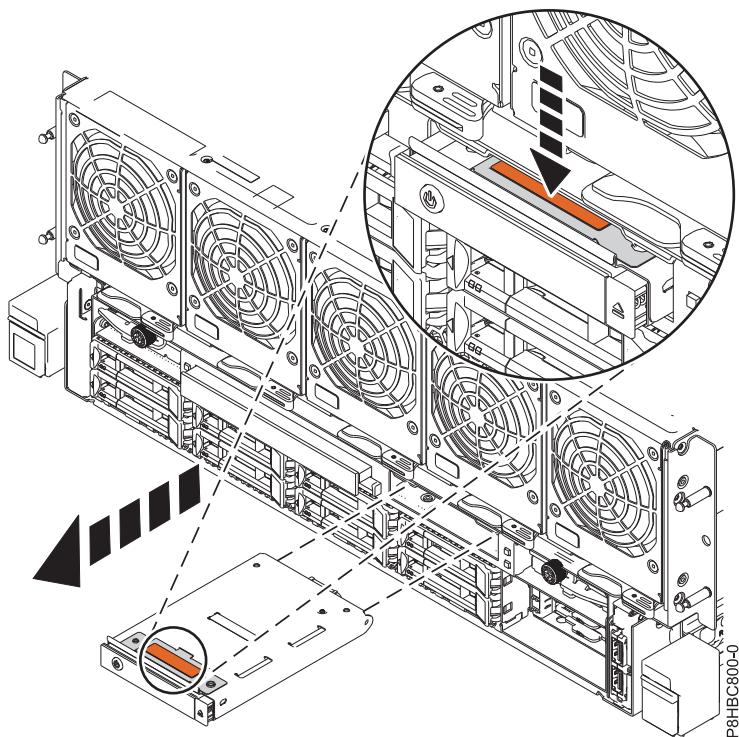

図 4. コントロール・パネルの取り外し
2. 赤褐色のタブを押してから、コントロール・パネルをスロットからまっすぐにスライドさせて出します。, 図 4 に示すとおり。